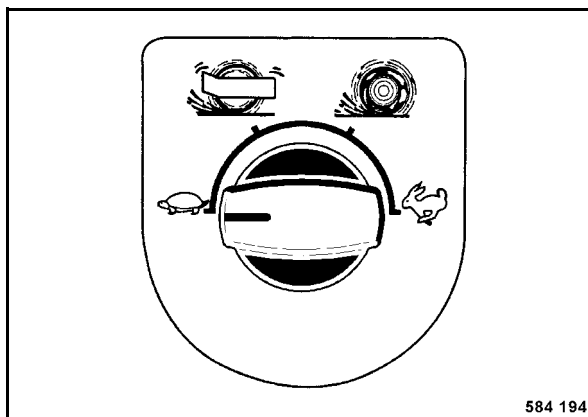

Fig. 45
- Conectar el margen de traslación velocidad de trabajo (Fig. 45) (tortuga).